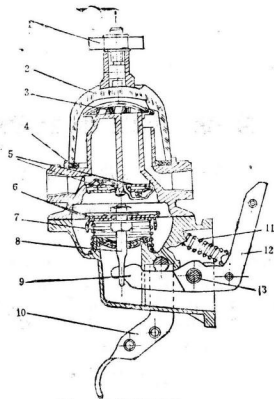

图1-4 汽油泵故障部位
4. (图1-4) 汽油泵摇臂磨损, 内外摇臂之间的间隙过大, 使膜片工作行程缩短, 因而减少了供油量。摇臂12折断而不供油。